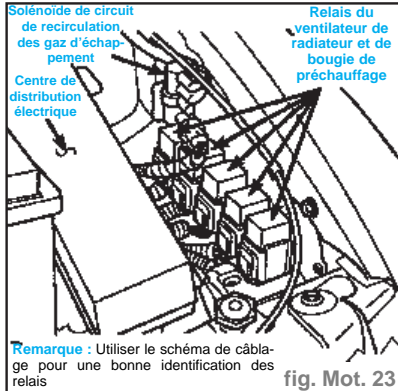

fig. Mot. 23
- Le relais se trouve dans le compartiment moteur, sous l'aile intérieure du côté gauche (fig. Mot. 23).
- Le relais de bougie de préchauffage se trouve dans le compartiment moteur, sur l'aile intérieure du côté gauche (fig. Mot. 23). Chaque relais de bougie de préchauffage commande deux bougies de préchauffage.